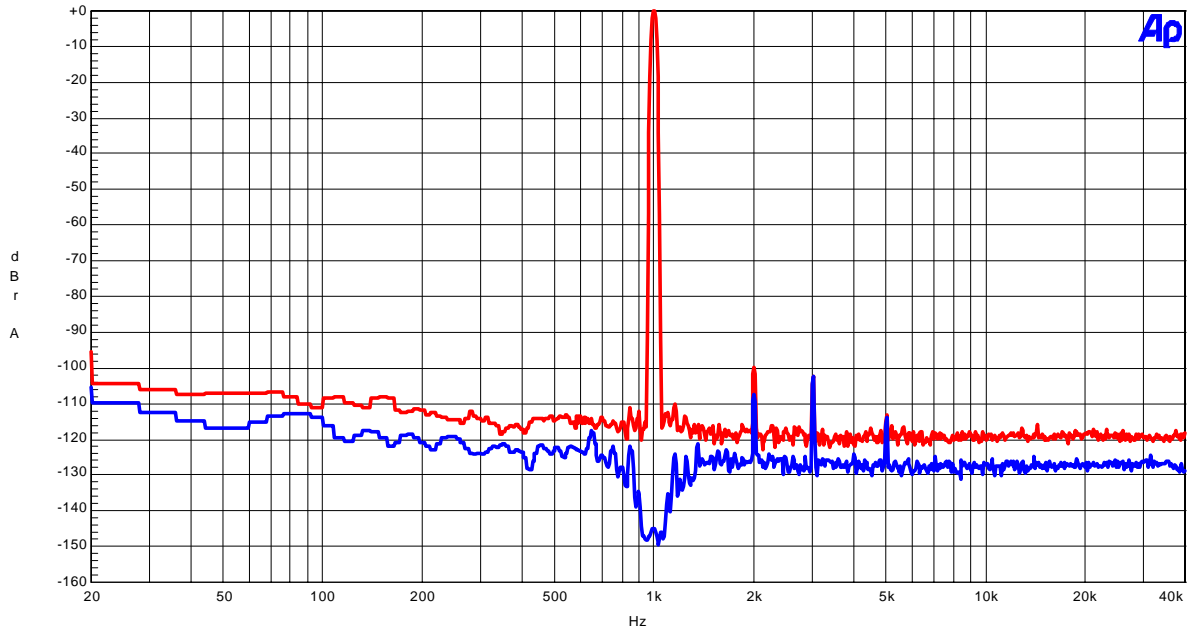

Figure 2-5. FFT (1kHz, 0dBFS)
- Figure 2-5. FFT (1kHz, 0dBFS)